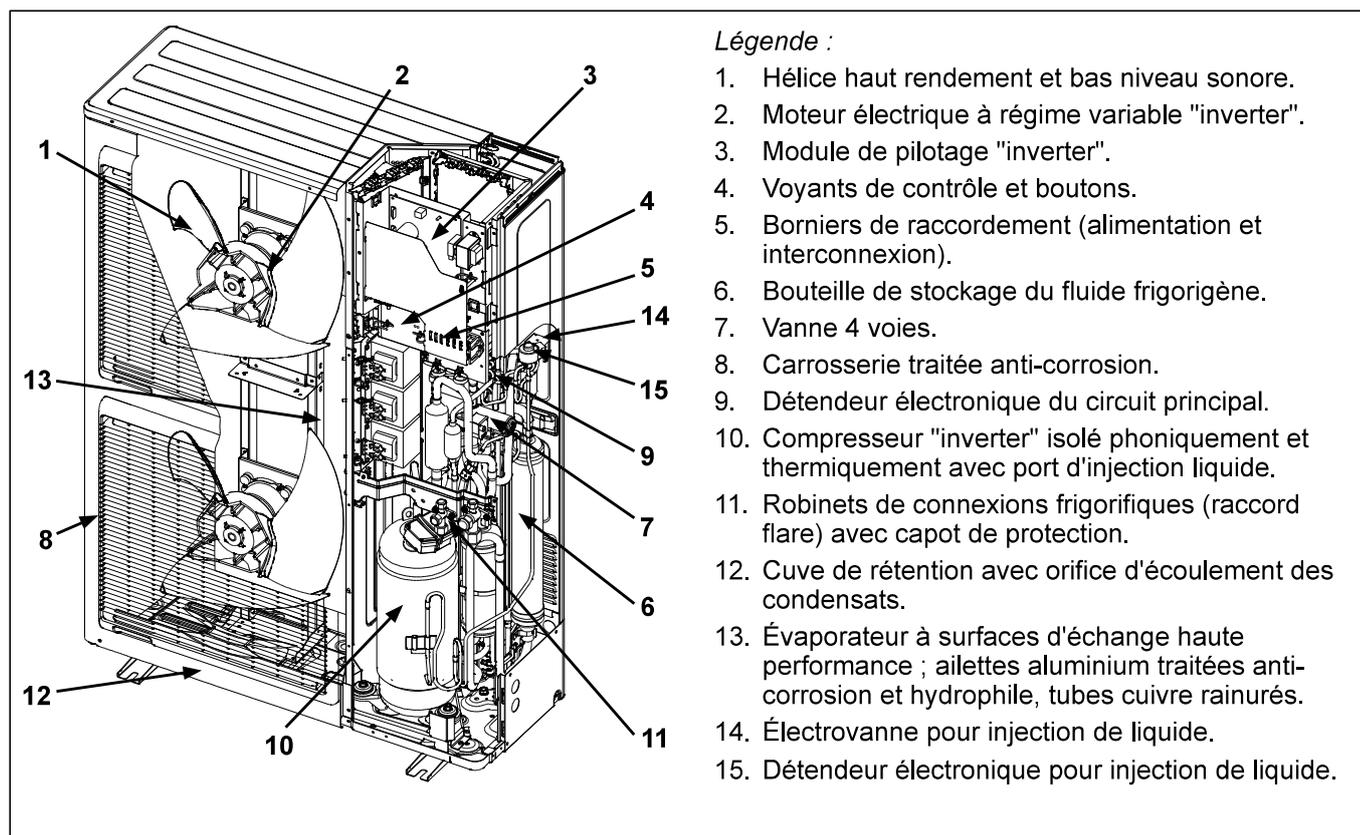

figure 6 - Organes de l'unité extérieure
- Un évaporateur (repère **13**, figure 6, page 13) :
- Un compresseur (repère **10**, figure 6, page 13) :
- Un détendeur (repère **15**, figure 6, page 13) :